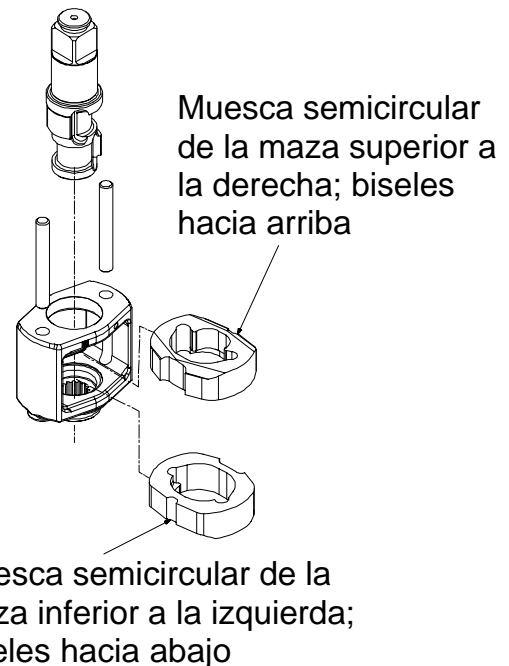

Figura 17
3. Coloque las mazas en el bastidor de mazas (13) exactamente como estaban cuando las marcó antes de desarmarlo.
4. Coloque nuevamente los pasadores de las mazas (14).
5. Examine la base del yunque (9) y observe su contorno. Mientas mira hacia abajo a través del bastidor de mazas, gire la maza superior hacia un lado u otro hasta que logre igualar el contorno del yunque. Introduzca el yunque en el bastidor de mazas y a través de la primera maza. Gire la maza inferior en el sentido contrario a la maza superior y maniobre el yunque un poco hasta que caiga en la maza inferior. Véase la figura 17.
**NOTA:** Asegúrese de colocar la maza superior con la muesca semicircular a la derecha y los biselados hacia arriba, y la maza inferior con la muesca semicircular a la izquierda y los biselados hacia abajo, como se muestra en la figura 17.